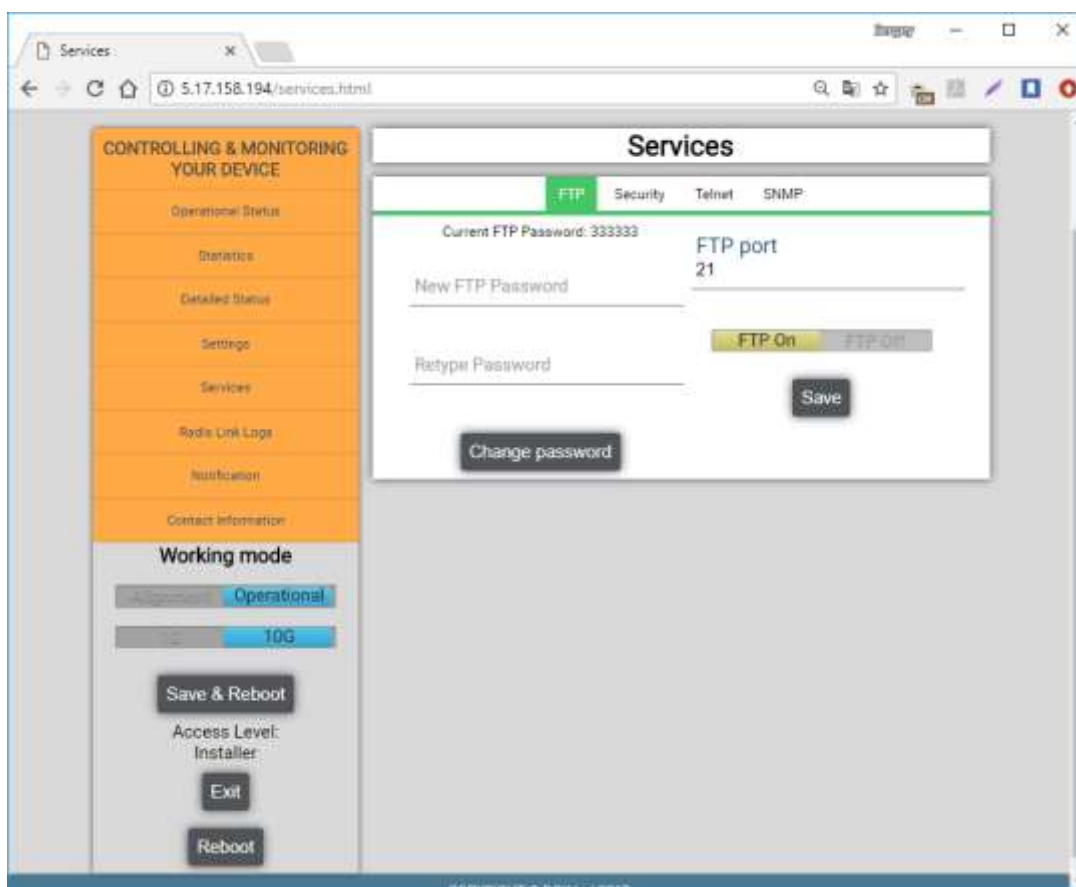

Рис. 6.9
- Вкладка **FTP** (Рис. 6.9) позволяет настроить новый пароль для FTP-доступа к хранилищу файлов станции (в т.ч. лог-файлов) по FTP (Рис.6.9). Эта функциональность может быть использована для выгрузки файлов протоколов (лог-файлов) из радио с целью технической поддержки.